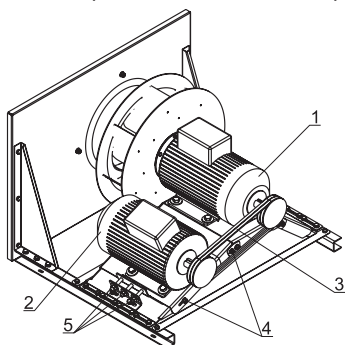

Рисунок 12
Для питания электродвигателей используется кабель с сечением провода не менее 1,5 мм². По отдельному заказу производится вентиляторный блок с резервным двигателем (рис.12). Он состоит из аналогичного по характеристикам дополнительного двухвального двигателя (1), устанавливаемого на место основного двигателя (2), а основной переносится на салазки натяжителя для регулировки ременной передачи (3), связывающей их. При штатной работе основной двигатель приводит через ременную передачу в холостую вращаемый резервный двигатель с расположенным на его валу рабочим колесом.